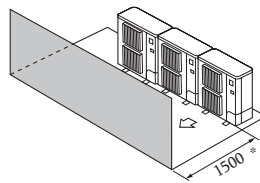

Fig. 2-11
- ③ Խոչընդոտներ առջևում (Fig. 2-11)